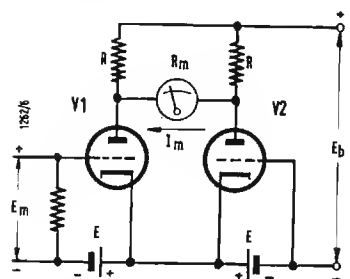

Fig. 3 - Voltmetro elettronico a resistenza di carico nel circuito anodico e compensazione con tubo di ugual tipo.
3. Tubo in cui la resistenza di carico si trova nel circuito anodico, l'equilibratura del ponte si effettua tramite un tubo di identico tipo (fig. 3);